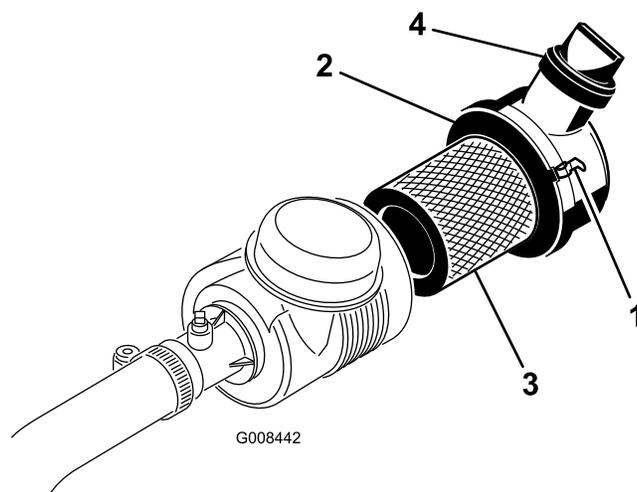

Figura 32
1. Liberte os trincos que fixam a cobertura do filtro de ar ao respetivo corpo (Figura 32).
7. Certifique-se de que os trincos prendem a cobertura ao corpo (Figura 32).